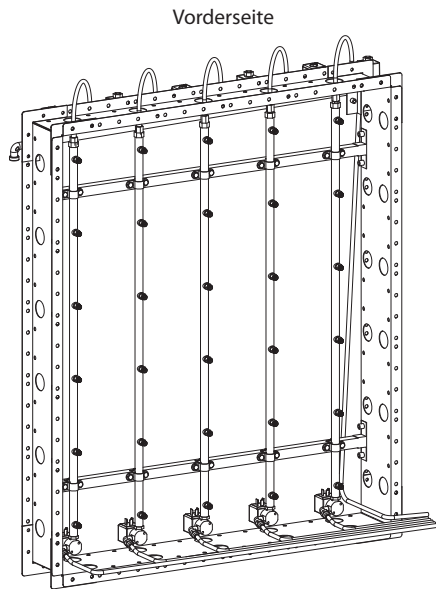

Fig. 3.b
4. der Positionen der Düsen und Verschlüsse jedes Verteilerrohrs (Fig. 3.b).